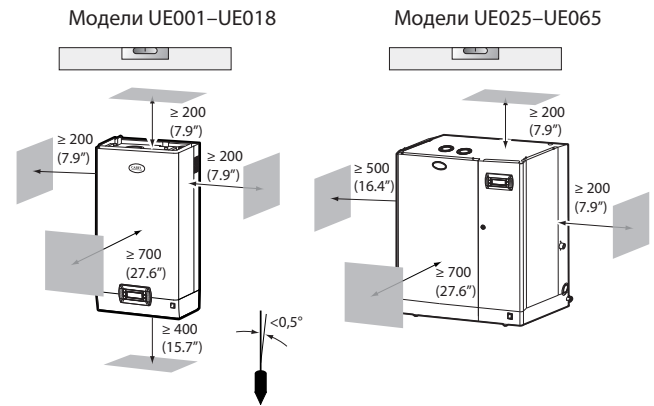

Рис. 1.b
- Между стеной помещения и задней стенкой увлажнителя необходимо оставить небольшие зазоры для удобства проведения работ по обслуживанию (см. Рис. 1.b).
Установите увлажнитель на стену помещения при помощи штатного крепежного кронштейна и комплекта винтов (см. Рис. 1.d, все размеры в мм/дюймах). Порядок установки: